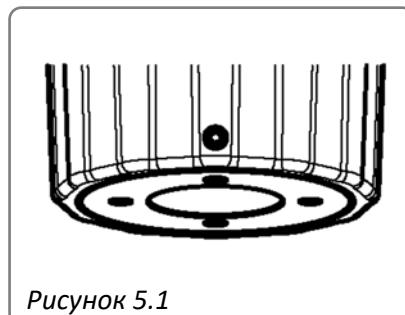

Рисунок 5.1
- Отвинтите торцевую гайку (5) от шпиндельной гайки (1) и наденьте ее на шпиндель клапана (9).
- Убедитесь в том, что отверстие в соединительном элементе (3) соответствует размеру стержня клапана. При необходимости рассверлите и/или откалибруйте резьбу.
- Введите стержни привода в отверстия пластины для крепления клапана (6) и затяните их крепежными гайками (7).
- Вытяните шпиндельную гайку рукой и полностью наденьте ее на дисковые пружины и стяжной элемент, слегка прикрутите контргайку и затяните ее, дополнительно вытяните шпиндельную гайку и при необходимости затяните до упора дисковые пружины с помощью прилагаемого торцевого ключа, затем затяните контргайку на одном уровне с нижним краем шпинделя и не выступайте (рис. 5.1, при необходимости, сжать диск ручкой).
- Затяните установочный винт с шестигранной головкой (2), торцевая гайка должна быть зафиксирована от отвинчивания.